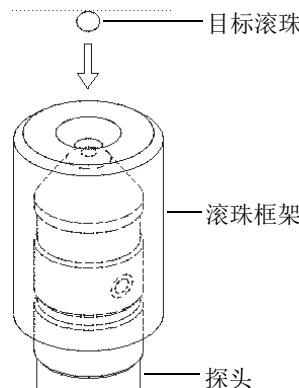

图 4-6 框架上的目标滚珠要与探头尖端对齐
- 放上钢珠：**选择在随后的测量中要使用的目标滚珠，以及适用于滚珠尺寸的滚珠框架。这个框架要使目标滚珠的中心与探头尖端对齐。将滚珠放置于框架的上面。将框架套到探头的尖端上，使其向下滑动，直到不动为止，如第 81 页的图 4-6 所示。